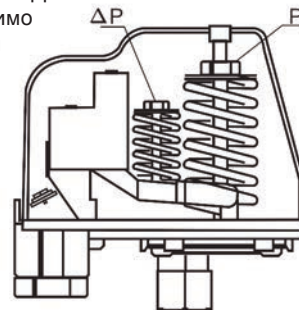

Рис. 5
10.4 Для изменения давления включения или отключения насосной станции следует снять крышку реле давления, открутив пластиковый винт и изменить силу затяжки соответствующих пружин реле (рис. 5).